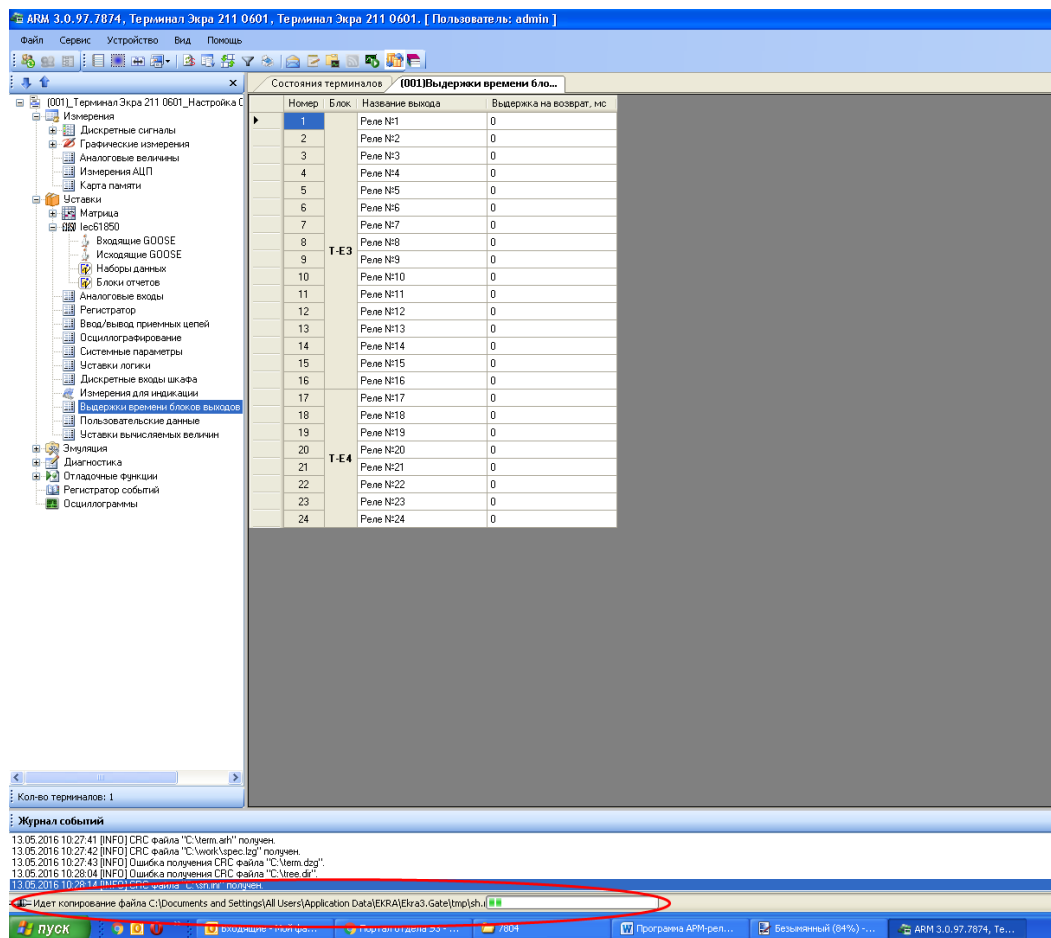

Рисунок 5.3
5.2.5 Подождать, пока скопируется файл **core.arh**. Процесс контролируется внизу окна строкой состояния копирования (см. рисунок 5.3).